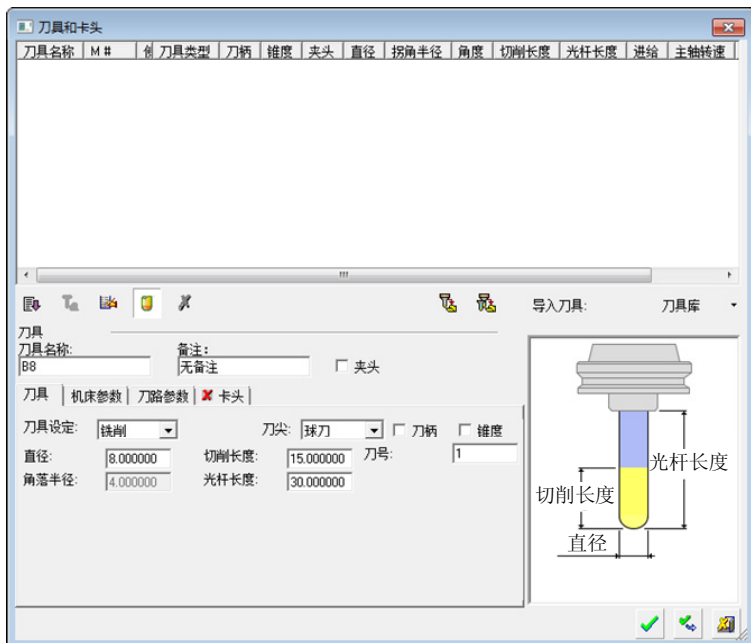

图 5-5 “刀具库”对话框
- 单击新刀具按钮,设置刀具参数如图5-5所示。依次单击确定按钮,完成刀具创建。